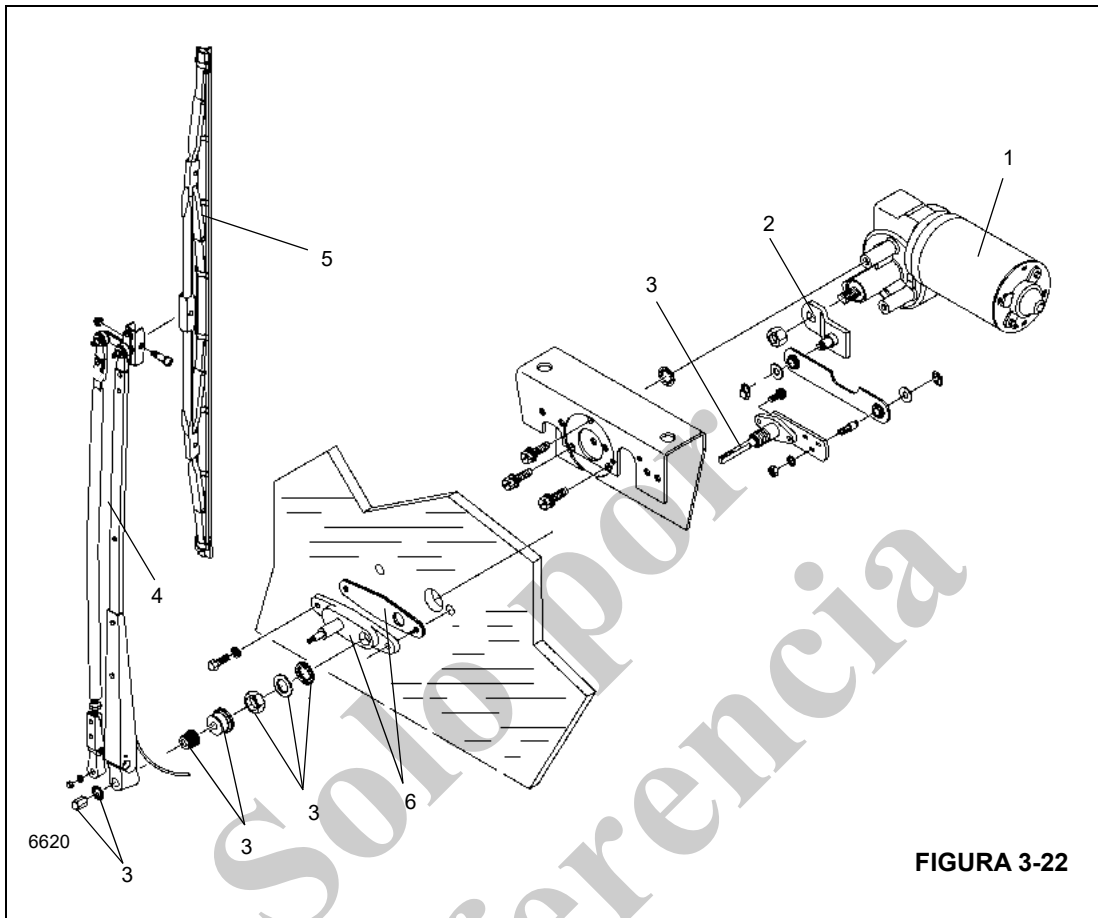

FIGURA 3-22
3. Retire la tornillería de la cubierta de la consola delantera y retire la cubierta. Marque y desconecte los conductores eléctricos del motor (1), (Figura 3-22).
4. Desconecte la manguera del lavaparabrisas en el brazo del limpiaparabrisas (4), (Figura 3-22) (también cono-
5. Retire la tuerca ciega, la arandela y el manguito cónico que sujetan el brazo del limpiaparabrisas (4), (Figura 3-22) al conjunto de eje de pivote (3), (Figura 3-22).
6. Retire las tuercas ciegas del eje pivotante (3) y del adaptador (6), (Figura 3-22).
7. Retire el brazo del limpiaparabrisas (4), (Figura 3-22) del conjunto del brazo del pantógrafo.
8. Retire el manguito embrizado, la tuerca y las dos arandelas planas del eje de pivote (3), (Figura 3-22).
9. Retire los dos pernos y las arandelas de seguridad que fijan el adaptador del conjunto de brazo de pantógrafo a la parte exterior de la cabina. Retire el adaptador y la empaquetadura del conjunto de brazo de pantógrafo (6), (Figura 3-22).
10. Retire la tornillería de fijación para liberar del interior de la cabina (1), (Figura 3-22) la escuadra del motor del limpiaparabrisas. Retire la escuadra, con el motor y el eje de pivote conectados, de la cabina.
11. Retire la tuerca para quitar el eje del motor del limpiaparabrisas de la manivela del motor del limpiaparabrisas. Retire los tres tornillos y las arandelas para quitar el motor del limpiaparabrisas de su escuadra. Retire el motor del limpiaparabrisas (1), (Figura 3-22) de su escuadra. Deje las demás piezas fijadas a la escuadra por el momento.